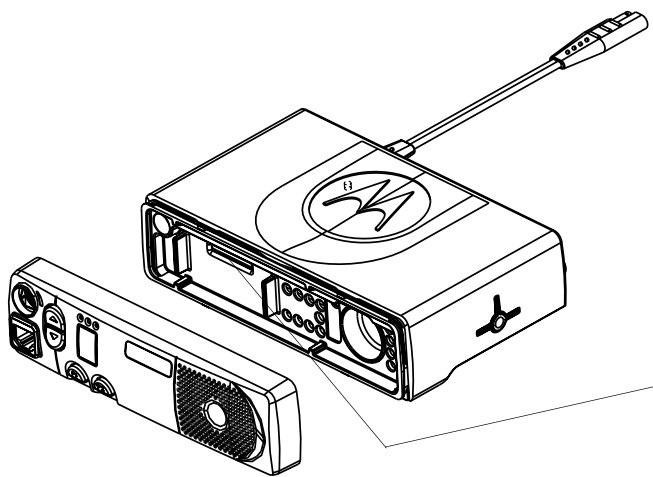

Figura 2-3 Desmontaje del cable plano
3. Para soltar la unidad de control, desconecte el cable plano del conjunto del chasis (ver Figura 2-3).